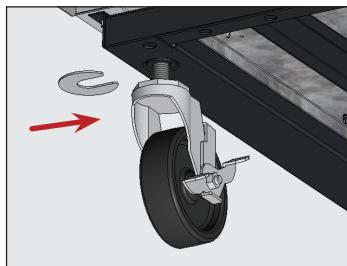

Fig. 9 Inserire la/le zetta/e della rotella orientabile. Assicurarsi di stringere bene il perno della rotella orientabile.
5. Sul lato inferiore dell'elettrodomestico, allentare il bullone della rotella orientabile a sufficienza per far scorrere le zeppe della rotella tra il cuscinetto della rotella orientabile e la guida inferiore dell'elettrodomestico. Si veda la fig. 9
6. Installare il numero desiderato di zeppe. Si veda la fig. 9